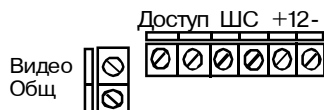

Рис.3
- Выполните соединения согласно рис.3;